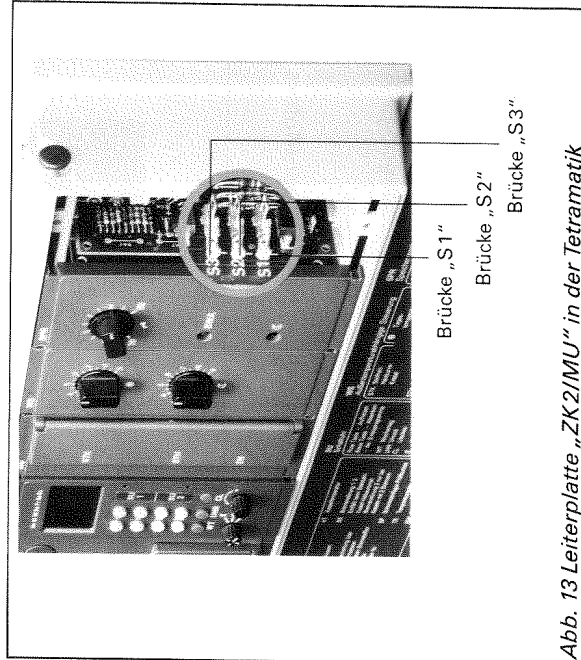

Abb. 13 Leiterplatte „ZK2/MU“ in der Tetramatik
2. Brücke „S1“ auf der Leiterplatte „ZK2/MU“ schließen (Abb.13).
2. Brücke „S3“ auf der Leiterplatte „ZK2/MU“ schließen (Abb. 13).
2. Brücke „S2“ auf der Leiterplatte „ZK2/MU“ schließen (Abb. 13 auf Seite 10).